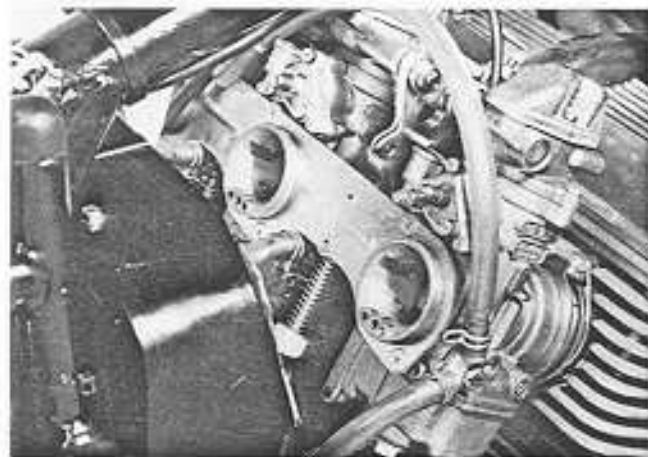
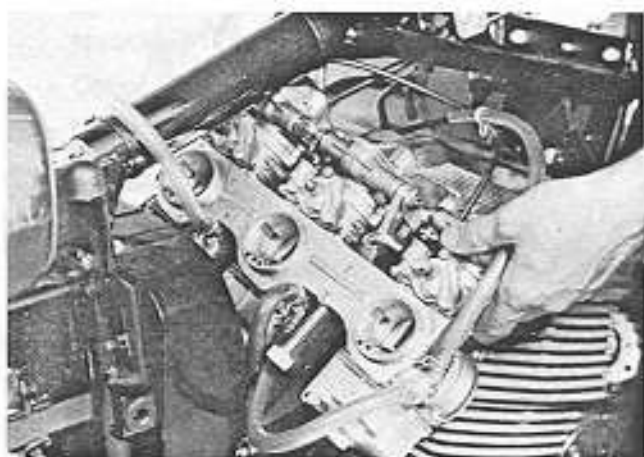

Fig. 29
Fig. 30
- * Togliere i carburatori. Per fare ciò sfilare i manicrotti di gomma che li collegano ai filtri dell'aria (Fig. 29), allentare le fascette di fissaggio e quindi rimuovere i tre carburatori assieme ruotandoli leggermente verso l'alto allorché essi vengano sfilati dai collettori (Fig. 30).
- * Remove the carburettors. To carry out this operation remove the rubber sleeves leading to the air filter box (Fig. 29), slacken the screws of the securing clips and slide the carburettor assembly off inlet manifolds. It is advisable to slightly turn the carb assembly as shown in photograph during removal (Fig. 30).